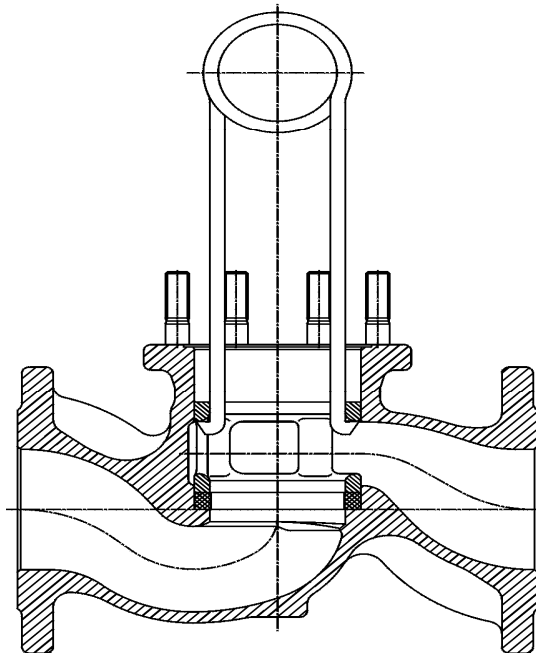

Bild 3
- *) Laterne (Pos. 5) mittels Laternenzieher entfernen (siehe Bild 3)